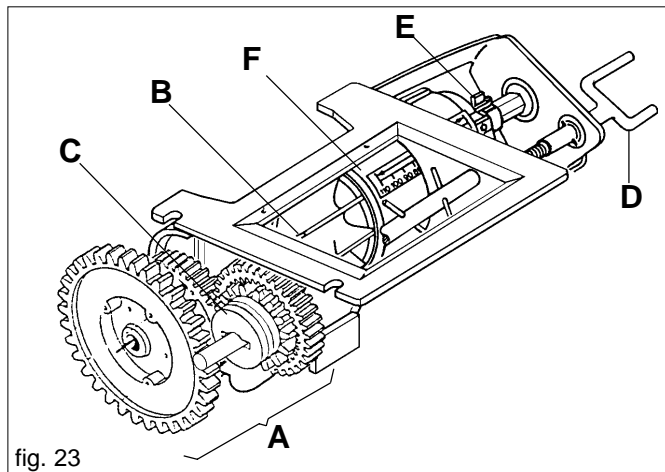
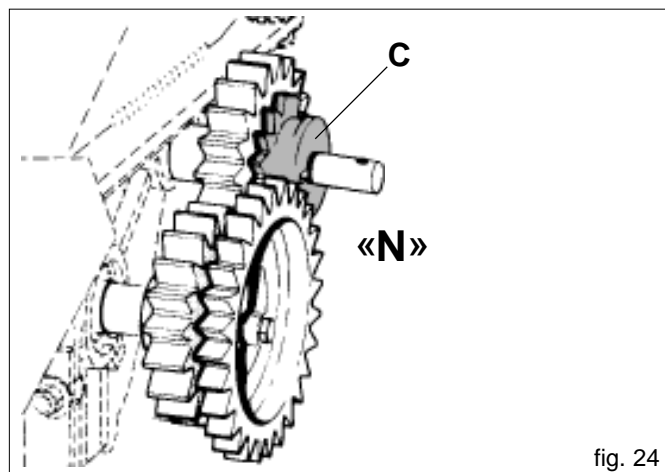
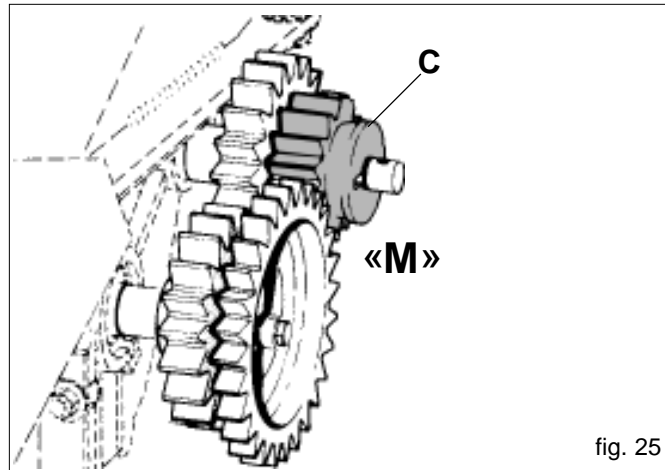
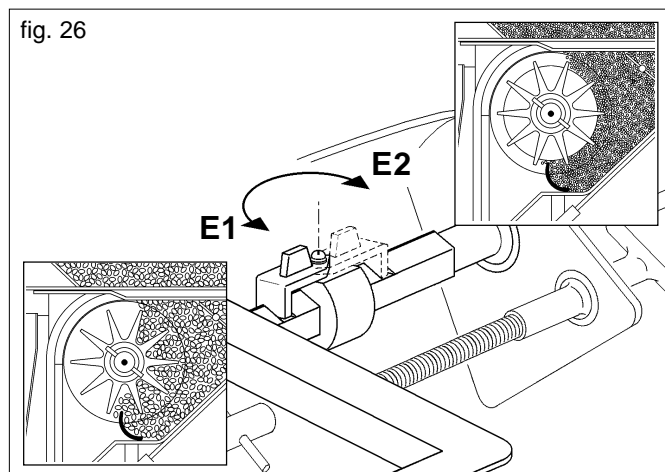

fig. 23
fig. 24
fig. 25
fig. 26
Der Dosierer (Abb. 23) ist die wichtigste Vorrichtung für den Betrieb der Sämaschine und ist unter dem Saatgutbehälter angebracht. Er wird mittels Zahnrädern (deren Verhältnis proportional zur Arbeitsbreite ist) und Ketten vom Treibrad angetrieben. Der Dosierer besteht aus einem Getriebe (A Abb. 23), das zwei Übersetzungen des Zahnrads (B) ermöglicht, indem die Position des roten Zahnrads (C fig. 24, 25) verändert wird. In der Stellung «N» (Abb. 24) beträgt das Getriebeverhältnis 1:1 und wird durch das Zahnradpaar Z19 realisiert. Wenn das Rad (C) auf «M» (Abb. 25) verstellt wird, halbiert das Zahnrad seine Drehzahl, da der Antrieb in diesem Fall aus dem roten Treibrad Z14 und dem angetriebenen Rad Z28 zusammengesetzt ist. Bei der Durchführung der im Kapitel 3.4.2 beschriebenen Säprobe wird festgestellt, daß die verteilte Saatgutmenge bezüglich einer Probe mit Verhältnis 1:1 halbiert ist (siehe Tabelle 5). Die Stellung «M» des Zahnrads (C) ist für das Aussäen von ziemlich kleinem Saatgut und geringen Mengen erforderlich. Der Schraubenstab (D) ermöglicht die Einstellung des Schiebers bezüglich des aus der Tabelle und der Säprobe resultierenden Wertes (Kapitel 3.4.2). Das Bezugselement für die Einstellung der Öffnung des Schieberventils ist der Punkt A (Abb. 19).
Die Sperrfeder (E Abb. 23) ermöglicht es, den Öffnungsbereich des Schiebers und gleichzeitig den Durchsatz der Dosierrolle zu verändern. Die Stellung «E1» (Abb. 26) ermöglicht das Öffnen des Schiebers auf der Gradskala von 0 bis 110 und mit maximaler Säleistung der Dosierrolle. Die Stellung «E2» ermöglicht dagegen das Öffnen des Schiebers von 0 bis 25 mit reduzierter Säleistung der Dosierrolle. Es ist wichtig darauf hinzuweisen, daß der Schieber immer vollständig geschlossen werden muß (auf 0 der Gradskala stellen), um die Position der Sperrfeder (E) umzukehren.